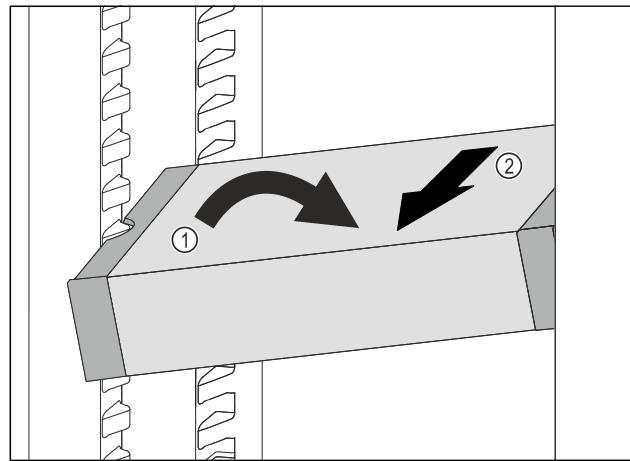

Fig. 98
- Встановити VarioSafe під кутом в охолоджувальному відділенні. Fig. 98 (1)
- Витягнути VarioSafe вперед. Fig. 98 (2)